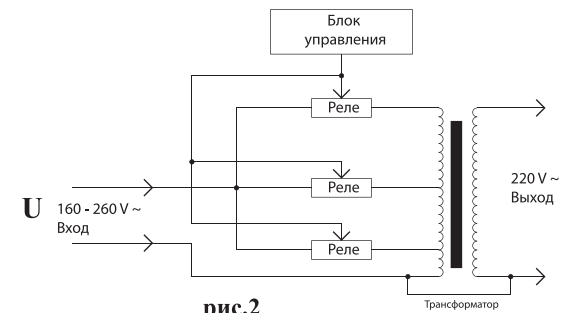

рис.2
6.1.2 Схема устройства стабилизатора напряжения представлена на рис.2: